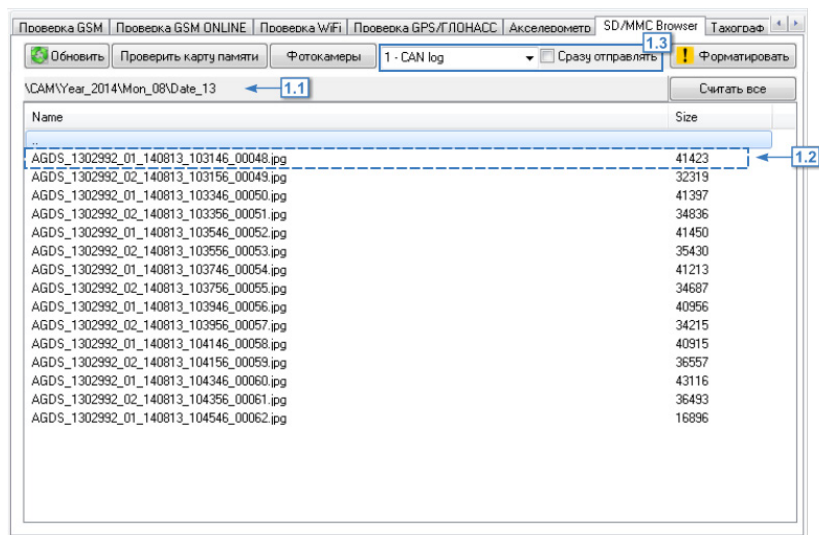

Рис.76. Вкладка «SD/MMC Browser».
Если содержимое карты было успешно считано, то оно отобразится в браузере. Путь к папке, открытой в браузере, отображается в строке над списком файлов (Рис.76, п. 1.1). Если нажать на строку с адресом папки, то откроется папка \SD на жестком диске, в которую копируются файлы с прибора.
1. Снимки с камер (Рис.76, п. 1.2).
Снимки копируются в папку \SD, расположенную в папке с установленной программой AG.GSMConf. Структура папок внутри папки \SD такая же, как и внутри памяти прибора. Для перехода к папке \SD со снимками следует нажать левую кнопку мыши на строке с адресом (Рис.76, п.1.1).
Файлы копируются в папку \SD, расположенную в папке с установленной программой AG.GSMConf. Для перехода к папке \SD со скопированными файлами следует нажать левую кнопку мыши на строке с адресом (Рис.76, п.1.1).
Для того чтобы прибор записывал логи необходимо в выпадающем списке справа от кнопки «Фотокамеры» (Рис.76, п. 1.3) выбрать логи, которые прибор АвтоГРАФ будет записывать: